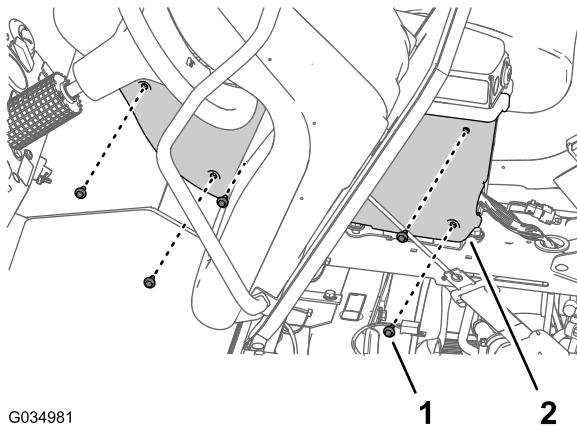

図 112
2. カバーを中央コンソールの左側に固定しているフランジヘッドボルト $1/4" \times 3/4" \times 5$ 本を外す図 112。